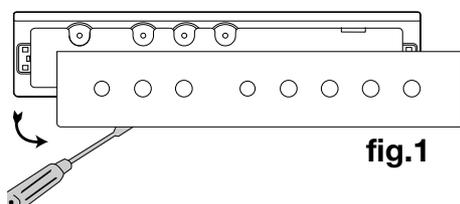

fig.1
- Si modèle avec bandeau verre, déclipsez le bandeau (voir fig.1).
- Pour cela, enfoncez un tournevis entre la tôle du capot et la trappe puis faites pivoter la trappe. (fig. 1).